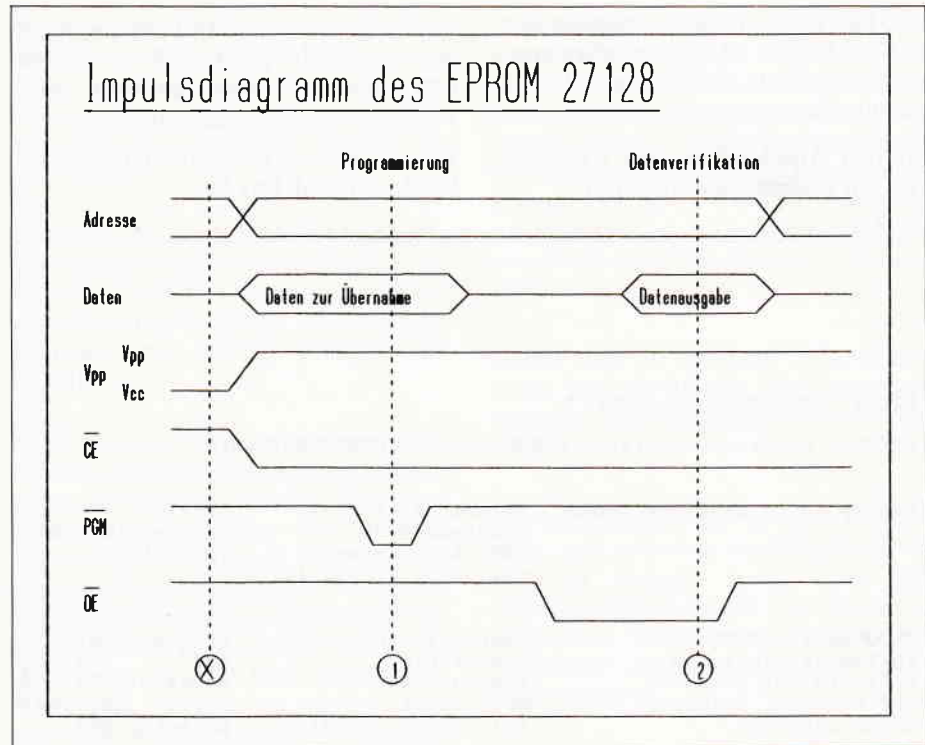

Abb. 2: Anhand des Impulsdiagramms läßt sich leicht darstellen, was beim Brennen und Auslesen geschieht.
Den Ablauf der Programmierung machen wir uns am besten mittels eines Zeitdiagramms deutlich (Abb. 2). Der Zeitpunkt (X) markiert das Einsetzen des IC in die Programmierfassung. Sie sehen, daß an diesem Punkt das IC noch nicht aktiviert ist und auch die Programmiervoltage nicht durchgeschaltet ist.